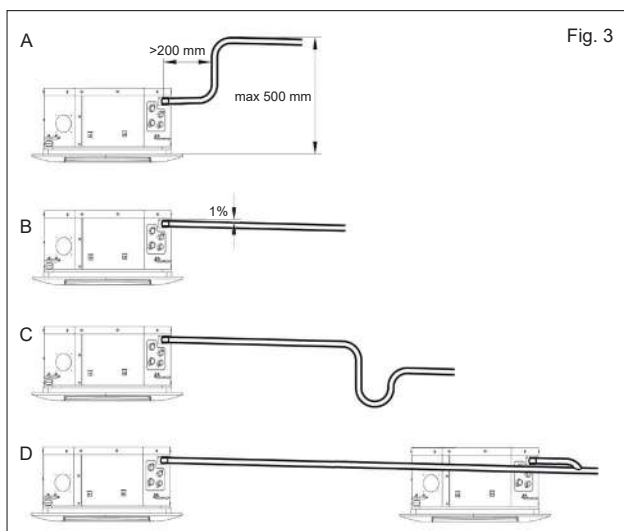

Fig. 3
-Le unità sono dotate di una pompa la quale è in grado di garantire l'innalzamento dell'acqua di condensa dal piano inferiore dell'unità (come evidenziato in figura) non superiore ai 500 mm per i modelli 400 e 400-4T, e 750 mm per gli altri modelli (Fig.3-A).
-Per un regolare deflusso della condensa è necessario che il tubo di scarico abbia una inclinazione verso il basso del 1% senza strozzature o tratti ascendenti (Fig.3-B).
-Prevedere, inoltre, un sifone profondo almeno 50 mm per impedire cattivi odori nell'ambiente (Fig.3-C).
-Per più unità installate in un locale la tubazione di raccolta condensa deve essere realizzata come in (Fig.3-D). Il collettore principale deve essere dimensionato per poter drenare tutte le unità contemporaneamente.